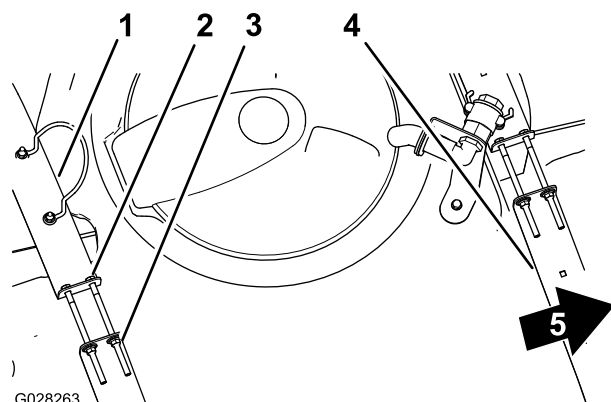

Figura 20
2. Verificai dacă există vreo micare între benzile de fixare a rezervorului și rezervor (Figura 20).
3. Dacă benzile de fixare a rezervorului se potrivesc liber pe rezervor, strângeți contrapiuliile cu guleri uruburile de la partea superioară a benzilor de fixare până când acestea sunt la același nivel cu suprafața rezervorului (Figura 20).